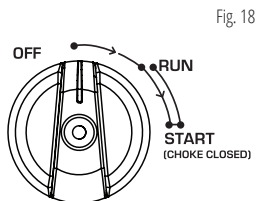

Fig. 18
4. Zet de multifunctionele motorschakelaar in de stand „OFF” (fig. 18). Bij dual-fuel-Modellen zet u de brandstofschaakelaar in de stand „OFF” of sluit u de gastoevoerkraan.